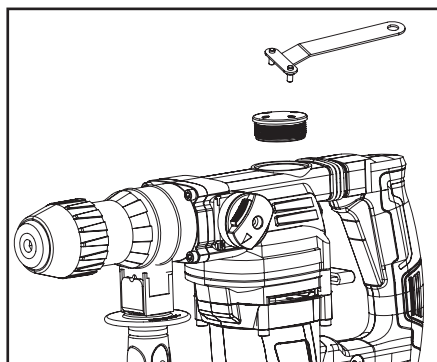

Abb. 9
1. Schrauben Sie mit dem Zapfenschlüssel die Abdeckung ab, um das Fett in das Getriebe zu füllen (Abb. 9), und kontrollieren Sie die Fettmenge im Getriebe.